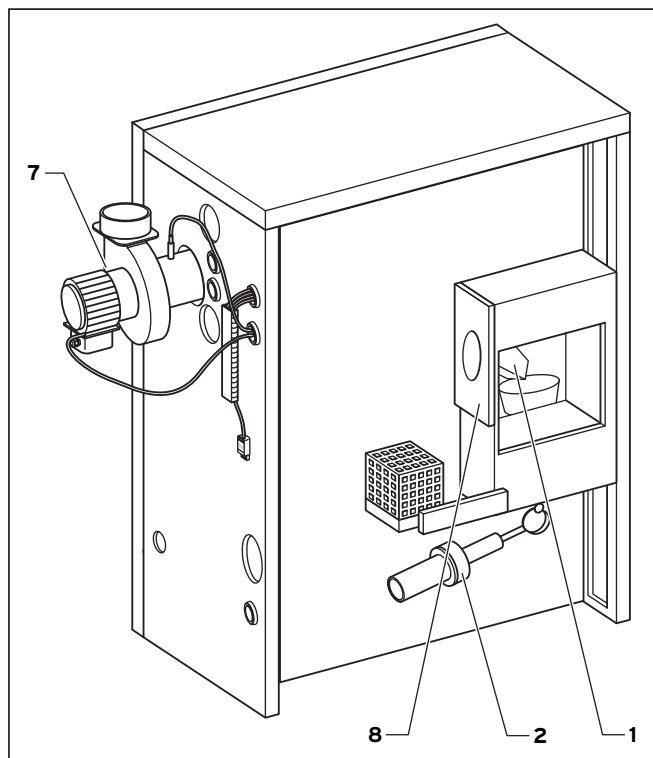

Fig. 5.4 Funktionselementer ved pillefyr med sugetilførsel eller manuel tilførsel
Flangeforbindelse: Flangeforbindelsen (4) forbinder indføringssneglen (3) fra forrådsbeholderen med pillefyrets faldskakt (1, fig. 5.4).
Flangeforbindelse: Flangeforbindelsen (4) forbinder indføringssneglen (3) fra forrådsbeholderen med pillefyrets faldskat (1, fig. 5.4).